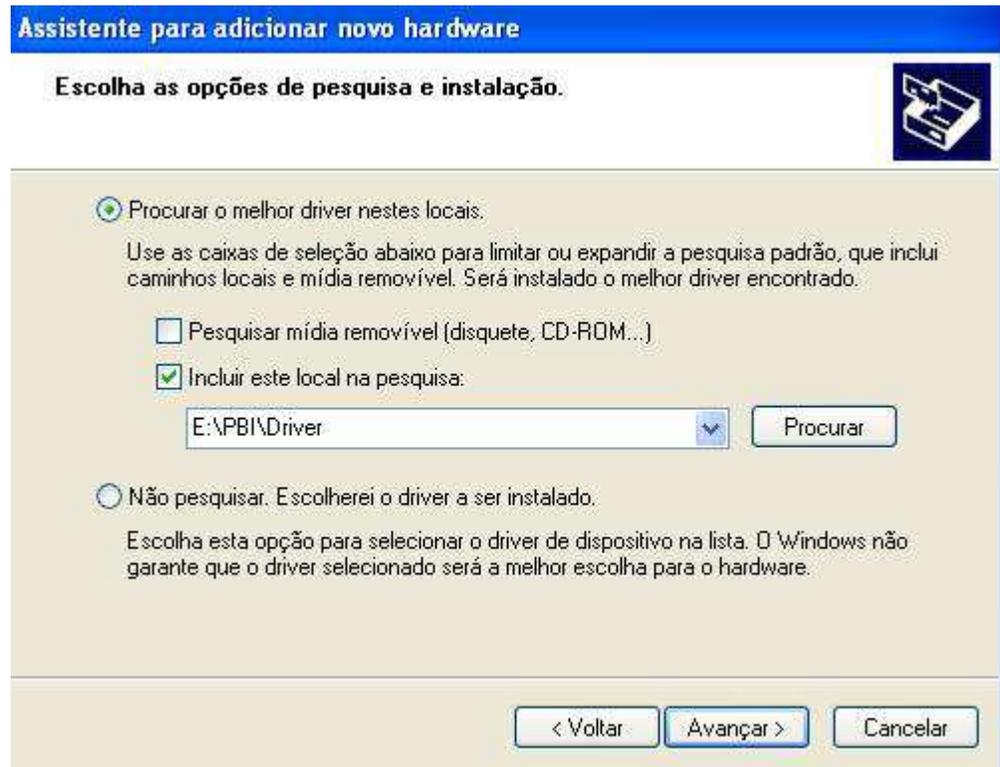

Figura 1.6 – Passo-a-passo da Instalação do Driver (parte 2)
- 2º passo: na tela seguinte o usuário deverá procurar o diretório onde está o driver. Após encontrar o diretório, clique em “Avançar”. Veja Figura 1.6.